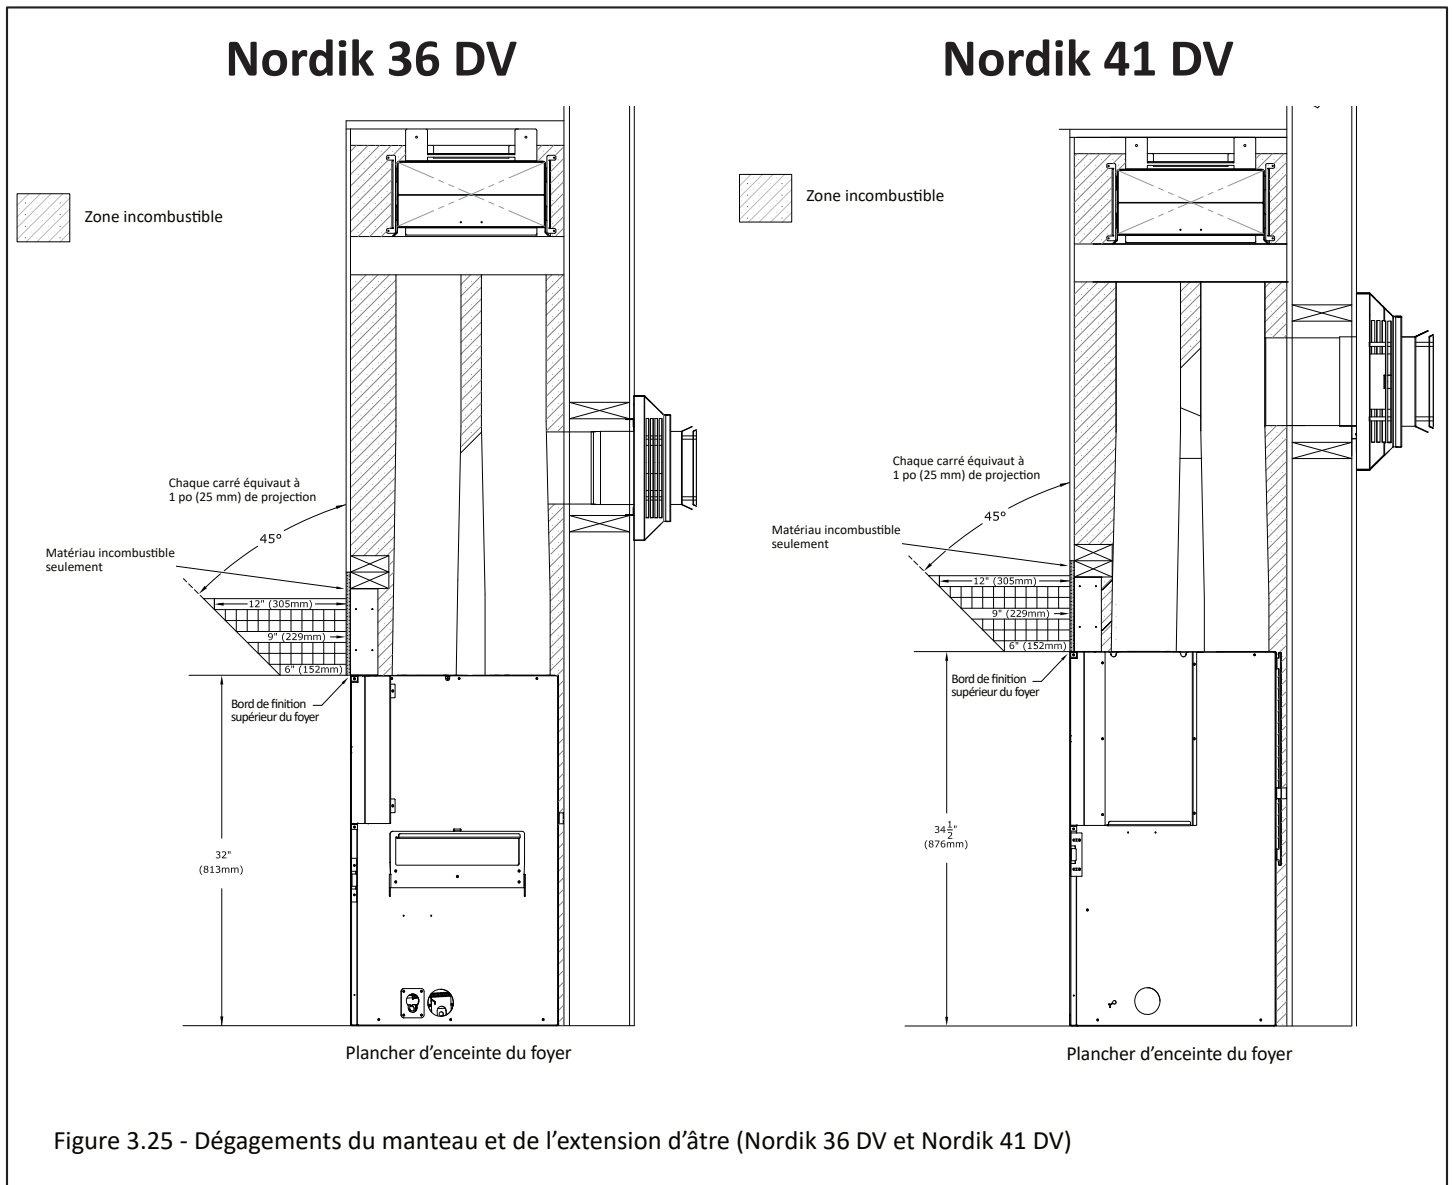

Figure 3.25 - Dégagements du manteau et de l'extension d'âtre (Nordik 36 DV et Nordik 41 DV)
- Projections du manteau combustible: Comme la Figure 3.25 le montre, un manteau combustible ayant 6 po (152 mm) de projection peut commencer à 0 po (0 mm) du bord de finition supérieur du foyer. La projection du manteau peut augmenter de 1 po (25 mm) de profondeur pour chaque 1 po (25mm) de hauteur additionnelle, à partir d'un manteau de 6 po (152 mm).